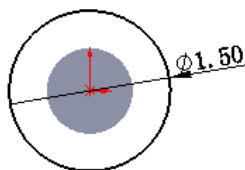

图 15.2.6 横断面草图
② 定义横断面草图。在草图环境中绘制图 15.2.6 所示的横断面草图。
③ 选择下拉菜单 **插入(I)** → **退出草图** 命令，退出草图环境，此时系统弹出“凸台一拉伸”对话框。